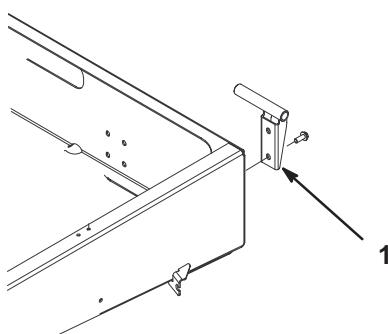

Figura 8
2. Monte o apoio da articulação da mão esquerda no canto esquerdo traseiro do chassis com dois parafusos de cabeça flangelada (3/8 x 1 in.). Colocar o apoio tal como se mostra na Figura 8.